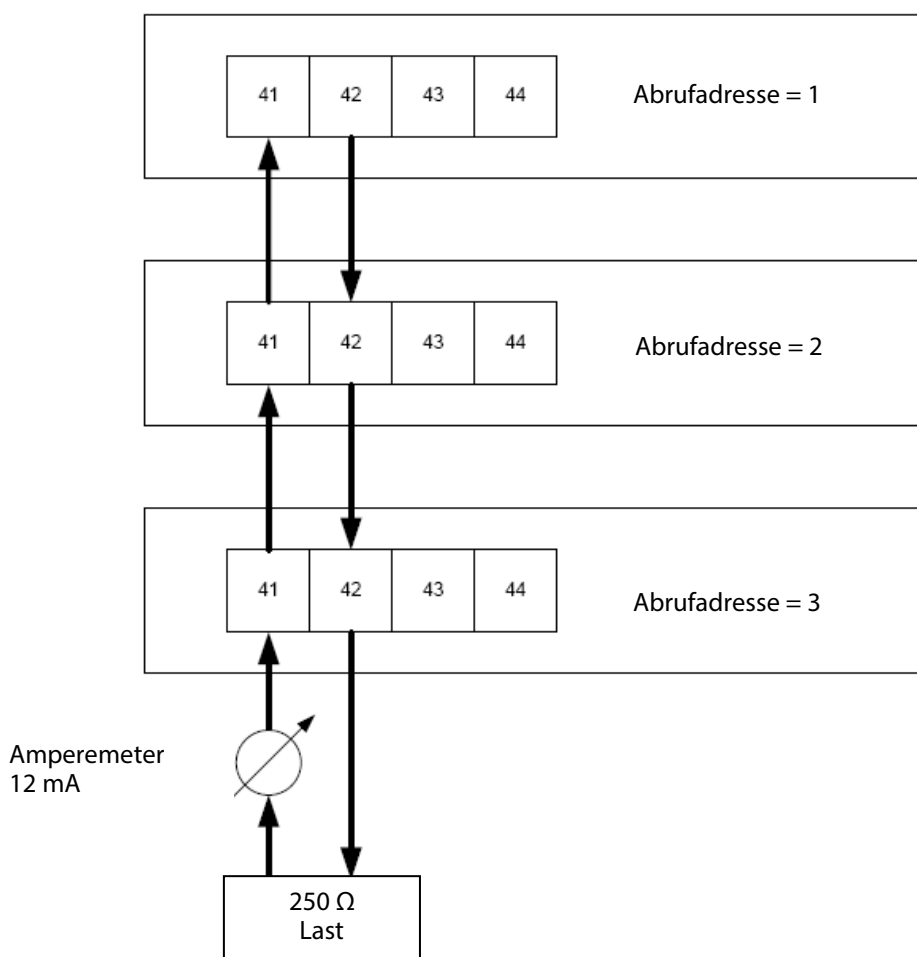

Abbildung 5: Messgeräte parallel schalten
2. Die Messgeräte wie in Abbildung 5 parallel schalten: